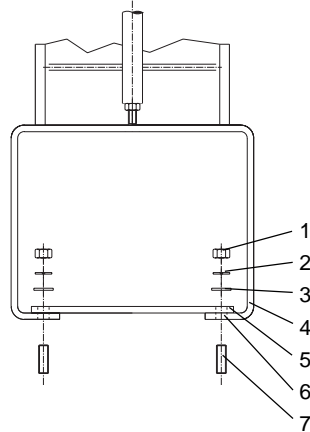
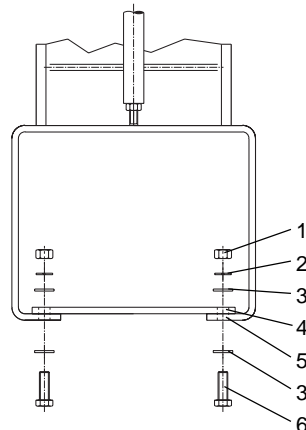

Fig. 5 Befestigung des Vakuumschützes
Fig. 6 Befestigung des Vakuumschützes am geerdeten Stahlgerüst
Die Befestigung kann mit Gewindebolzen M12 (Fig. 5) oder Sechskantschrauben M12 vorgenommen werden (Fig. 6).
The contactor can be mounted using either M12 stud bolts (Fig. 5) or M12 hex. hd. screws (Fig. 6).
Wenn beim Befestigen auf einem geerdeten Stahlgerüst die Befestigungsstellen zur Erdung des Vakuumschützes verwendet werden sollen, anstelle von Federring und Scheibe an allen 4 Befestigungsstellen je eine gezahnte Kontaktscheibe unter die Sechskantmutter (nicht unter den Boden des Schützes) legen (Fig. 6). Die Befestigungsschraube (oder Gewindebolzen) muß eine einwandfreie elektrische Verbindung mit dem Gerüst haben, z. B. Kontaktscheibe unter dem Schraubkopf oder Schraube mit dem Gerüst verschweißt.
If the vacuum contactor is mounted on an earthed steel support frame and the mounting points are used for earthing, push a toothed contact washer under each hexagon nut (not under the contactor bottom) instead of the spring washer and flat washer (Fig. 6). Take care to see that each fixing screw (or stud) has sufficient electrical contact with the support frame, e.g. place a contact washer under the screw head or weld the screw to the support frame.
B. durch Befestigen am geerdeten Stahlgerüst (Fig. 6).
B. Establish the earthing connection via the earthed steel rack (see Fig. 6).